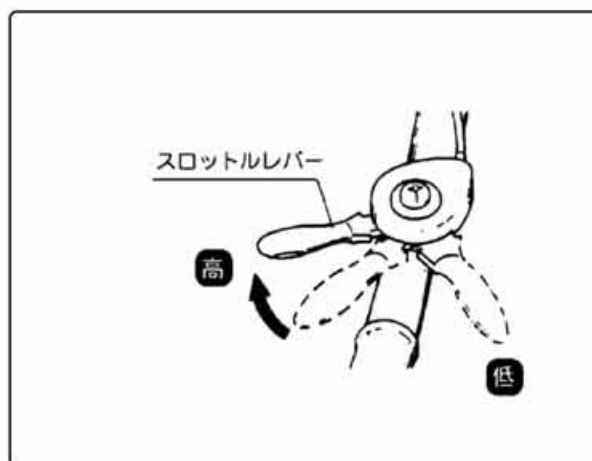

図10
②スロットルレバーをゆっくり [低→高] の位置にします。(図10)